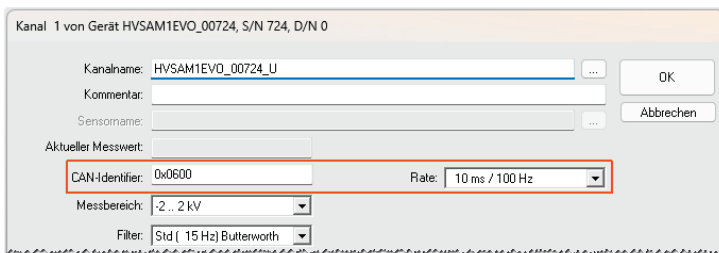

Abb. 6-40: Dialog für Kanalkonfiguration, Modul über CAN verbunden, **Konfiguration pro Kanal** aktiviert
- ☞ Im Dialogbereich **CAN** die Option **Konfiguration pro Kanal** aktivieren (Abb. 6-40).
- ▶ Im **Dialog für Kanalkonfiguration** sind die Optionen **CAN-Identifier** und **Rate** verfügbar (Abb. 6-40).